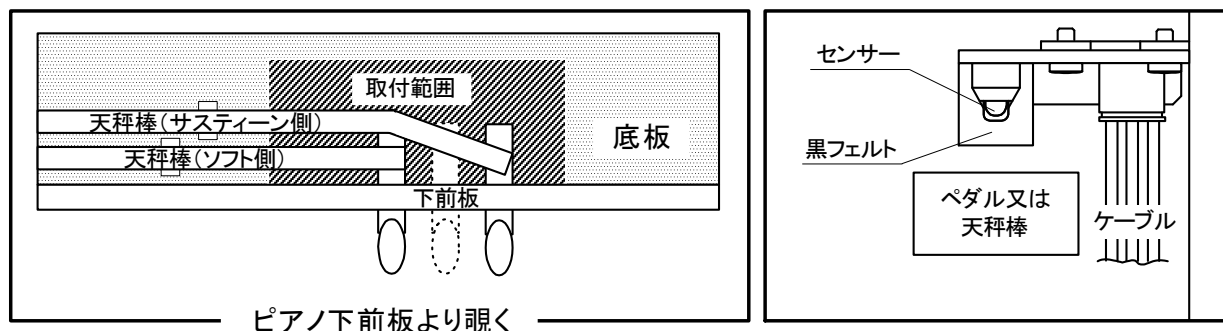

図3.5-1 ペダルユニットの取り付け
(1) ペダルユニットはサスティーン用とソフト用に分かれている。それぞれを図3.5-1の取付範囲内で、ペダル操作時に上下する部分の上側にセンサーが配置できる場所へ、ペダルユニットを仮固定する。